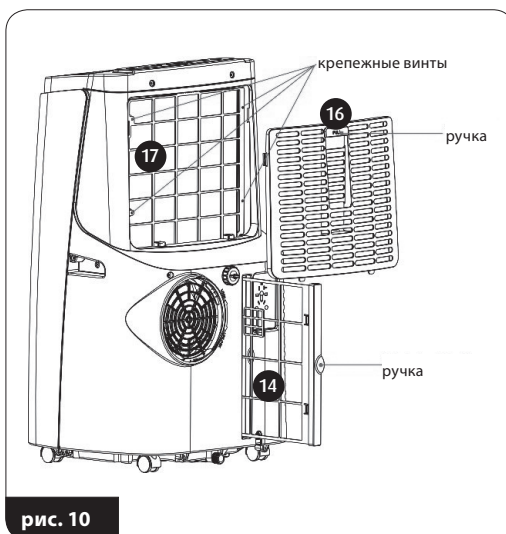

рис. 10
2. Осуществляйте уход за нижним и верхним воздушными фильтрами (14) и (17) согласно следующим указаниям (рис. 10):